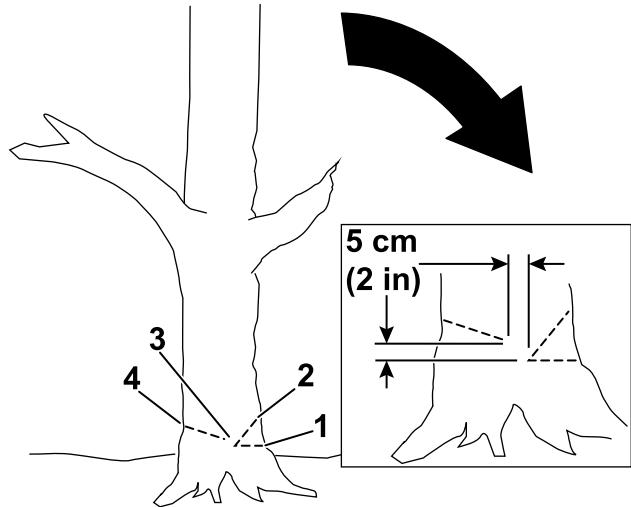

Figure 16
4. Commencez par couper le tiers du diamètre de l'arbre, du côté où vous voulez qu'il tombe (Figure 16).
5. Faites une deuxième coupe pour former une entaille, en commençant à au moins 5 cm au-dessus de la première coupe (Figure 16).
6. Faites la coupe d'abattage du côté opposé à l'encoche, à peu près 5 cm plus haut que le bas de l'encoche, comme montré à la Figure 16.
Important: Arrêtez la troisième coupe 2,5 à 5 cm avant l'entaille pour former une charnière entre les coupes (Figure 16), ce qui empêche l'arbre de s'abattre dans la mauvaise direction ou de pivoter dans sa chute.
Remarque: Quand la coupe d'abattage se rapproche de la charnière (Figure 16), l'arbre devrait commencer à tomber.